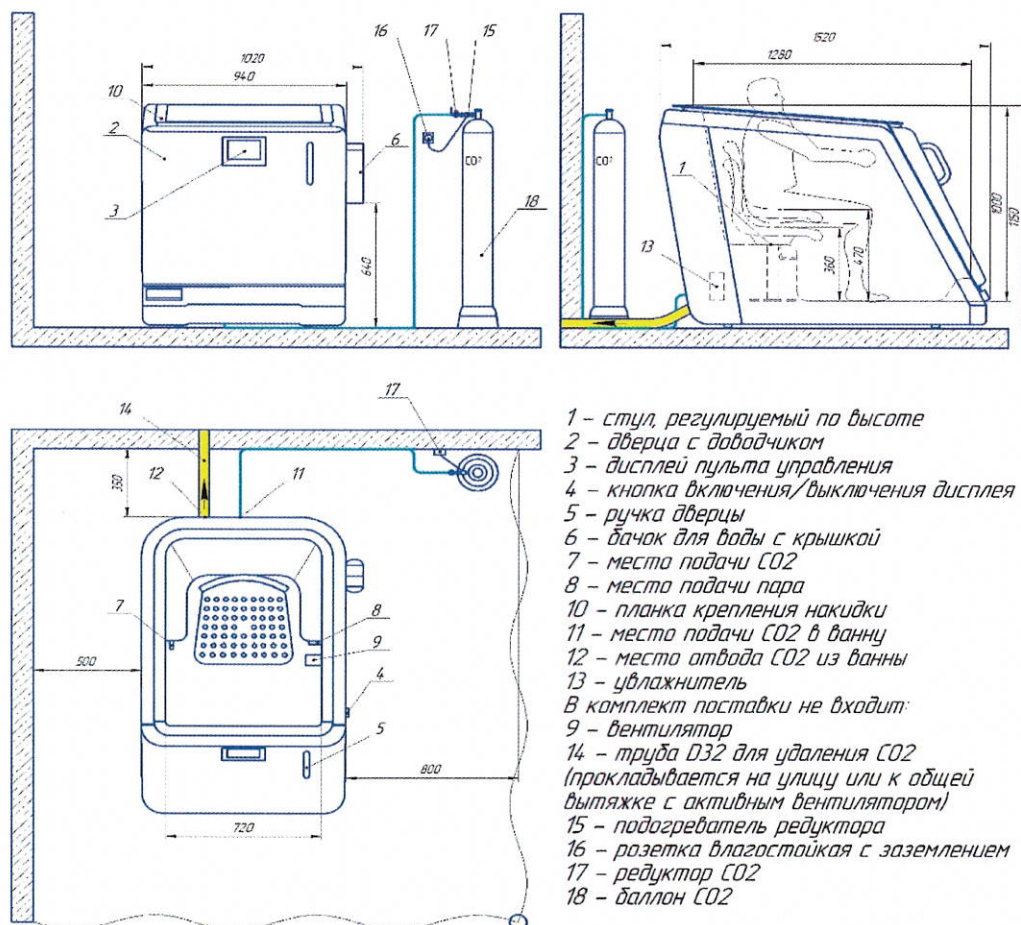

**Рис.2. Ванна медицинская для проведения воздушно-углекислых, воздушно-радоновых лечебных процедур «ГЕЙЗЕР», исполнение 1-СУВ. Схема общего устройства**
**Рис.2а. Ванна медицинская для проведения воздушно-углекислых, воздушно-радоновых лечебных процедур «ГЕЙЗЕР», исполнение 2-СУВР. Схема общего устройства**
7.6.2. Подключение электропитания вентилятора производится проводом  $3 \times 1 \text{ мм}^2$  типа ВВГ самостоятельно заказчиком по месту установки. Кабель прокладывается заранее в стяжке пола либо по полу, в трубе, защищающей кабель от механических повреждений. На стене согласно рис. 2 монтируется влагостойкая розетка.